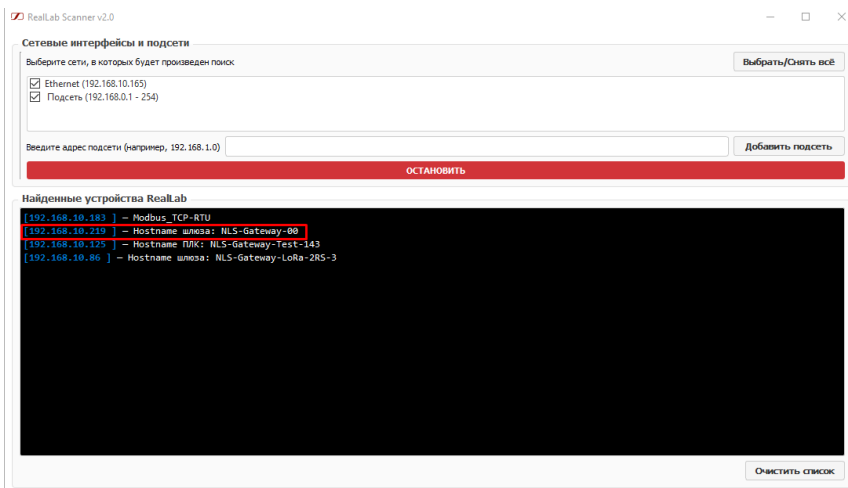

Рис. 2.2. Найденные устройства в окне результатов
6. Нажать «Начать сканирование». Найденные устройства отобразятся в формате: [IP-адрес] → Имя хоста (Hostname) (рис. 2.2).